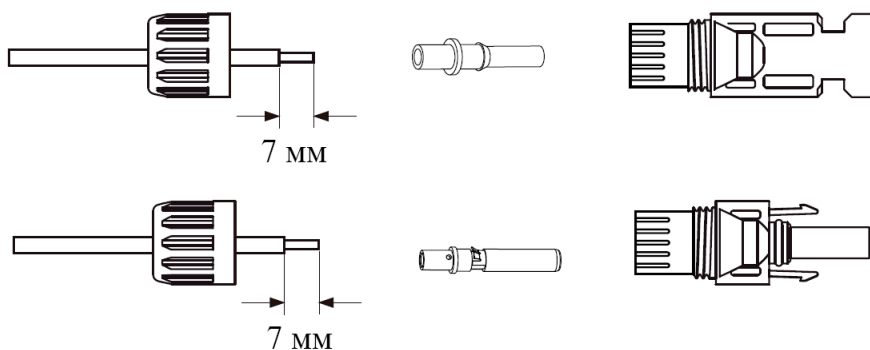

Рис. 3.3 Розбирання накидної гайки роз'єму
- а) Зніміть ізоляцію з дроту пост. струму приблизно на 7 мм і розберіть гайку кришки роз'єму (див. рисунок 3.3)